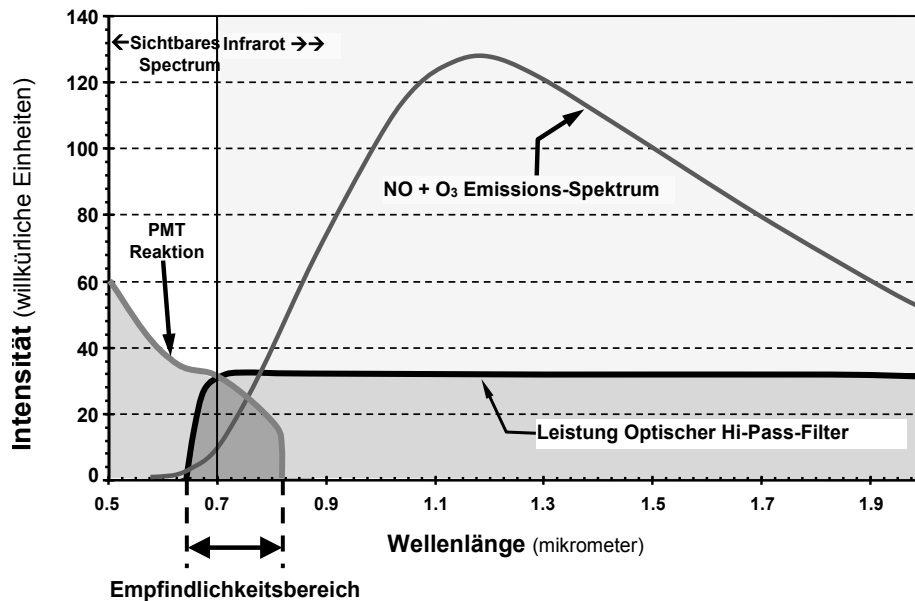

Abbildung 6-3 Empfindlichkeitsspektrum
- Sind alle Faktoren (Temperatur, Druck, Menge an vorhandenem Ozon, usw.) konstant, ist das Verhältnis zwischen der in der Reaktionskammer vorhandenen Menge an NO und dem durch die Reaktion emittierten Licht sehr linear. Mehr NO erzeugt mehr Licht, das mit einem lichtempfindlichen Sensor im Fast-Infrarotspektrum (siehe Abbildung 6-3) gemessen werden kann.
Die Empfindlichkeitskurve enthält einen kleinen Anteil des sichtbaren Lichtspektrums (Abbildung 6-3). Infolgedessen ist es wichtig, dass die Reaktionskammer hinsichtlich Licht völlig isoliert ist. Dies wird wie folgt sichergestellt: